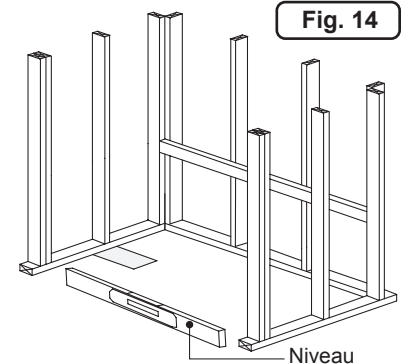

Fig. 14
1. Vérifiez que l'alcôve dans le cadre est de la taille correspondant aux dimensions de Jacuzzi et à l'équerre; vérifiez que le sol est de niveau (Figure 14). La disposition des tuyaux doit être tenue au minimum jusqu'à ce que l'unité soit sur le site des travaux. Les mesures peuvent varier de +0 ou -¼ po (6,35 mm) par rapport aux spécifications d'origine.